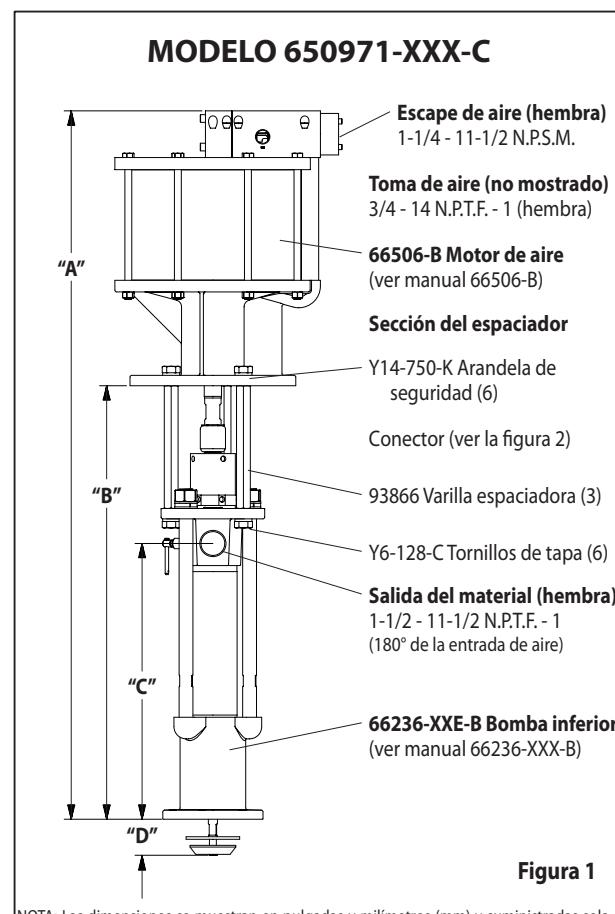

Figura 1
- Extraiga los tres tornillos de tapa (Y6-128-C) y arandelas de seguridad (Y14-750-K) de las tres varillas separadoras (figura 1).